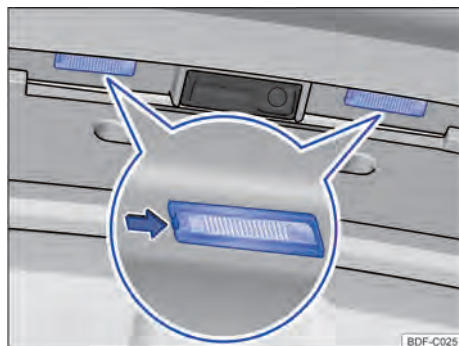

Fig. 133 En el capó del maletero: luz de matrícula.
2. Con la ayuda de un destornillador, presionar el el pestillo → Fig. 133 para desmontar el ensamblaje.